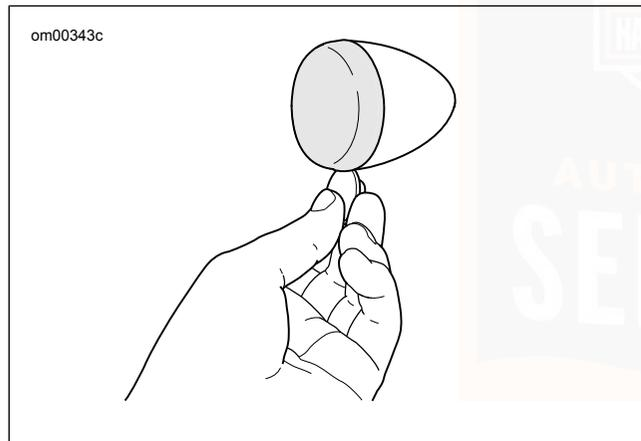

Abbildung 68. Streuscheibe entfernen.
1. Siehe Abbildung 68. Eine Münze oder die Klinge eines kleinen Schraubendrehers in die Kerbe an der Unterseite der Streuscheibe einsetzen. Vorsichtig drehen, bis der Streuscheibendeckel aus dem Lampengehäuse herauspringt.